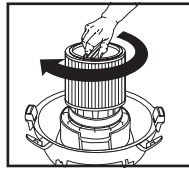

FIGURA 14
20. Sostenga la tapa del depósito con una mano, gire la manija del retenedor del filtro en el sentido de las agujas del reloj para ajustarlo, asegurando el filtro en su lugar. **FIGURA 14.**